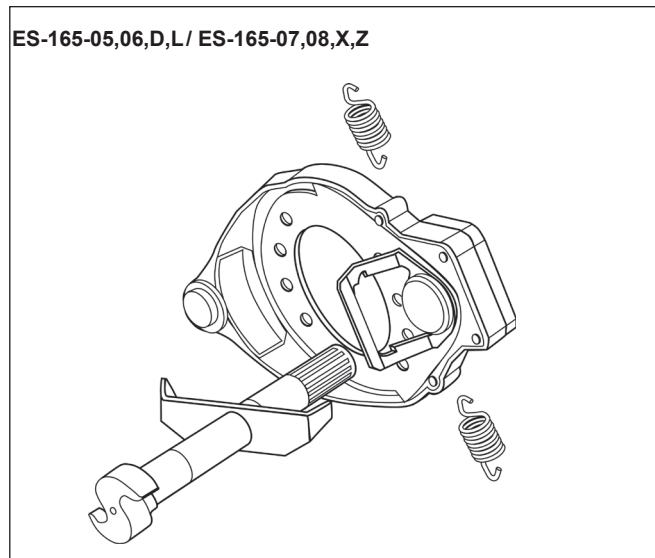

Figure 53 – Dispositif de maintien à collier
N. B. : Sur les freins d'essieux directeurs ES-165-05,06,07 DL avec dispositif de maintien à collier et à ressorts, positionner la bride de butée d'arbre-came avec la flèche « STAMPED SPIDER » pointant vers le centre du porte-segments. Placer d'abord le collier sur le tube à arbre-came, puis la bride de butée ES et, pour finir, l'arbre-came. Cf. *Figure 53*.